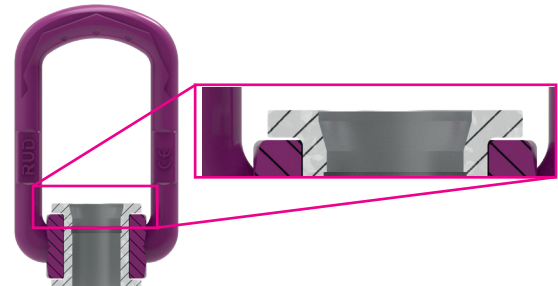

Abb. 6: L-VLBG im Schnitt dargestellt. An der oberen Buchse ist die Einführschräge zu erkennen
1. Stecken Sie die Schraube in die mit einer Einführschräge ausgeführte Buchse (siehe Abb. 6).